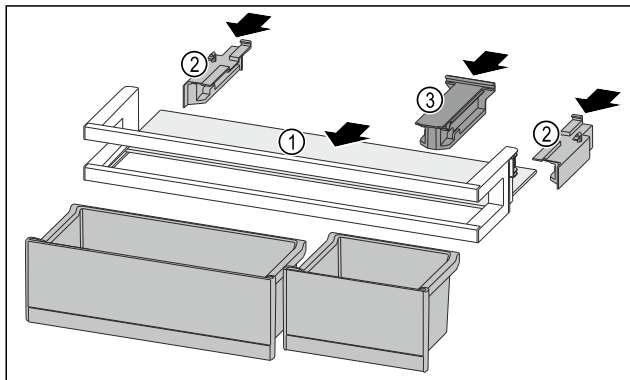

Fig. 130
- Skub hylden Fig. 130 (1) ind i udsparringerne i siden.
- Indsæt sidesektionerne Fig. 130 (2).
- Indsæt holdesektionen Fig. 130 (3).